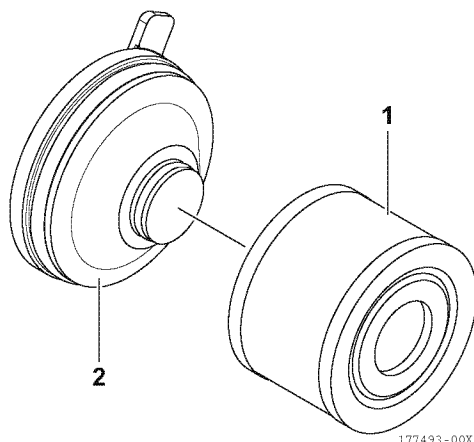

Abbildung 21
12. Die neue Filterkartusche (1, **Abbildung 21**) am Deckel (2, **Abbildung 21**) anbringen.